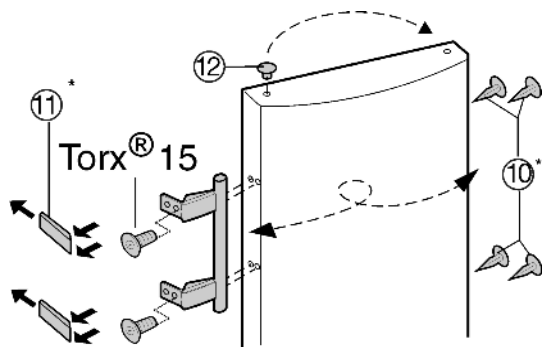

Fig. 6
- Estrarre il tappo Fig. 6 (12) dall'alloggiamento del supporto della porta e spostarlo.
- Smontare la maniglia della porta, i tappi Fig. 6 (10) e le piastre di spinta Fig. 6 (11) e spostarli sul lato opposto.